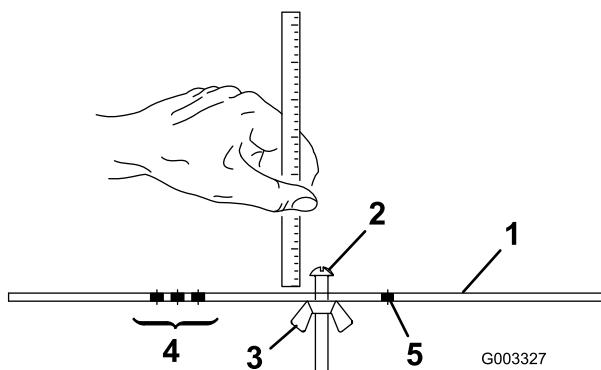

Рисунок 16
2. Ослабьте гайку мерной планки (Рисунок 16) и установите регулировочный винт на необходимую высоту скашивания.